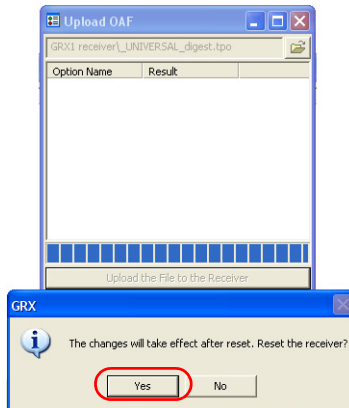

Рис. 5-8. Перезагрузить приемник?
- Если файл с кодами активации дополнительных опций загружен в приемник, программа GRX Utility предложит перезагрузить приемник, чтобы можно было использовать новые опции в работе (см. Рис. 5-8). Нажмите кнопку **Yes**.